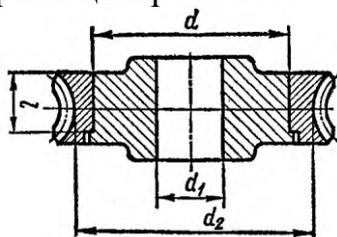

Рисунок 5.4.2 – Пример соединения цилиндрических деталей с натягом
**Задача 3.** Рассчитать цилиндрическое соединение с натягом венца червячного колеса с центром колеса (рис. 5.4.2) при следующих данных: диаметр посадочной поверхности  $d$ , мм, длина посадочной поверхности  $l$ , мм, диаметр отверстия для вала в центре колеса  $d_1$ , мм, диаметр впадин зубчатого венца  $d_2$ , мм, крутящий момент, передаваемый червячным колесом,  $M$ , Н×м. Материал венца – бронза Бр.АЖ9-4Л (отливка в кокиль). Материал центра колеса – чугунное литье СЧ15 (варианты – в табл. 5.3).